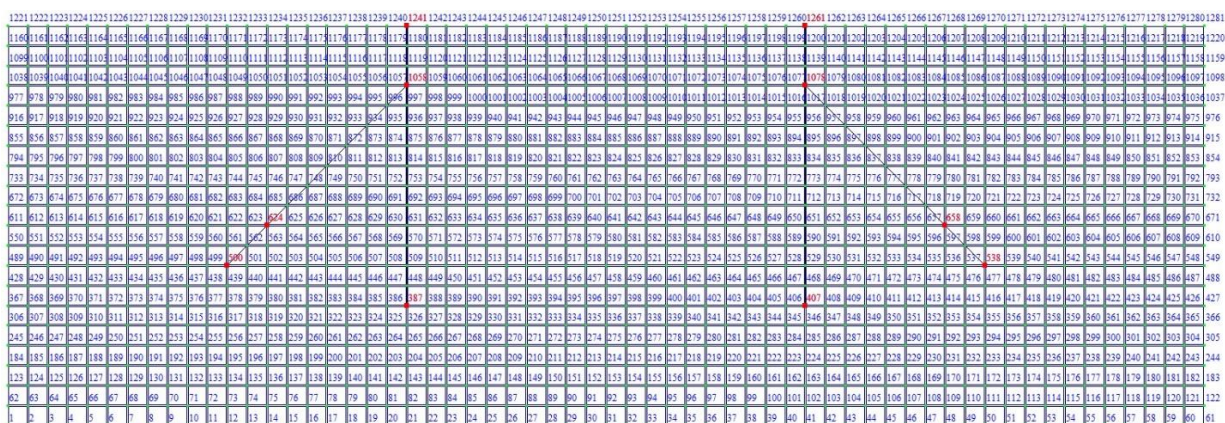

Рис. 10.7. Відмічені вузли № 387, 1241, 407, 1261, 500, 624, 538, 658, 1058, 1078
- Для додавання конструкцій огорожі котловану між вузлами № 387 і 1241, 407 і 1261 (рис. 10.7) (по вертикалі), при встановлених прапорцях **Вказати вузли курсором** та **Враховувати проміжні вузли**, вкажіть послідовно курсором на ці пари вузлів (при цьому між ними протягається резинова нитка).